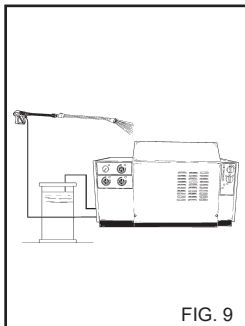

FIG. 9
3) Efter brug med rengøringsmiddel, skal indtagskredsløbet skylles igennem; sæt sugeslangen for rengøringsmidlet (fig. 9) i en beholder med rent vand og lad pumpen køre i 1 minut med doseringshanen helt åben og spydet sat til levering af rengøringsmiddel. Gentag indgrebet ved først at indstille vælgeren for rengøringsmiddel i pos. "1" og herefter i pos. "2".
- 5) Efter brug med rengøringsmiddel, skal indtagskredsløbet skylles igennem; sæt sugeslangen for rengøringsmidlet (fig. 9) i en beholder med rent vand og lad pumpen køre i 1 minut med doseringshanen helt åben og spydet sat til levering af rengøringsmiddel. Gentag indgrebet ved først at indstille vælgeren for rengøringsmiddel i pos. "1" og herefter i pos. "2".